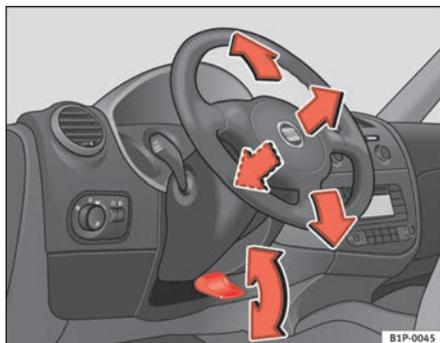

Fig. 113 Réglage de la position du volant de direction
- Basculez le levier \Rightarrow fig. 113 situé sous la colonne de direction vers le bas \Rightarrow ⚠.